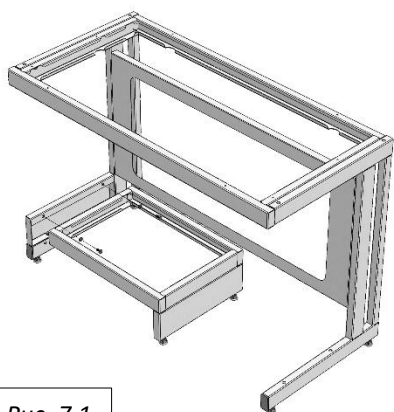

Рис. 7.1
- Установить раму для тумб, используя болты М8х16, шайбы 8 и предусмотренные в боковинах заклёпки-гайки М8 (Рис. 7.1; 7.2; 7.3; 7.4)